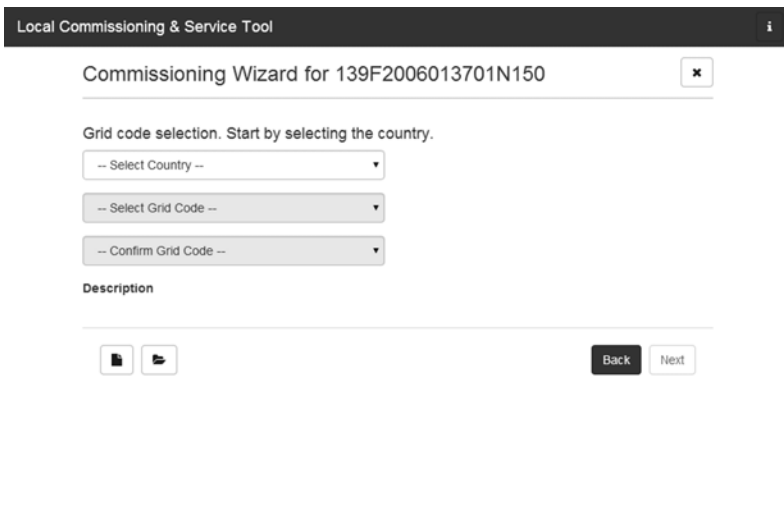

Figura 5.6 LCS-Tool - Selezionare il paese e il codice di rete
7. Selezionare il paese desiderato dall'elenco delle opzioni disponibili per gli inverter nella rete. Vedere figura 5.6.
8. Selezionare il codice di rete desiderato da un elenco delle opzioni disponibili per il paese selezionato. Se necessario, caricare un codice di rete personalizzato facendo clic sul pulsante [**Load**]. Vedere figura 5.6. Il pulsante [**Create**] è inattivo e non può essere usato.